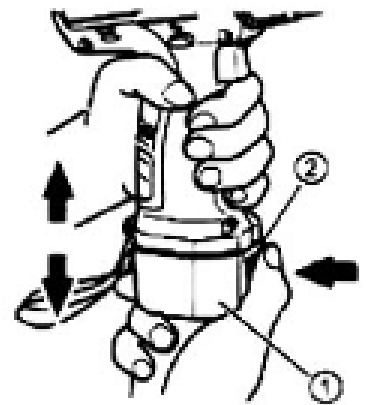

Fig. 2
Sujete firmemente el mango y presione el pestillo de la batería (2) para extraerla (1) (ver Fig. 2).